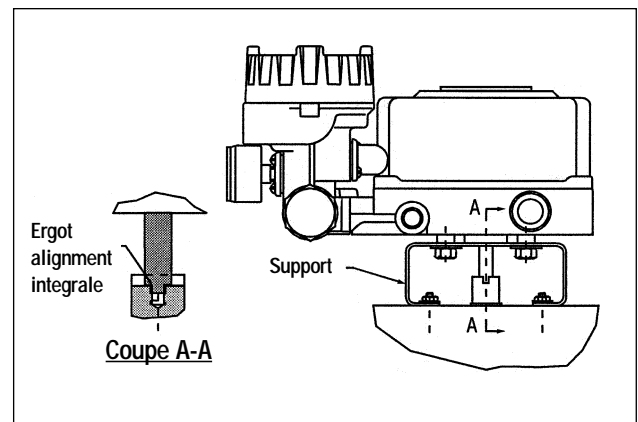

Figure 2 : Montage du positionneur avec arbre NAMUR
2. Si nécessaire, installer un coupleur sur l'arbre du servomoteur en assurant un centrage parfait (voir fig. 2).